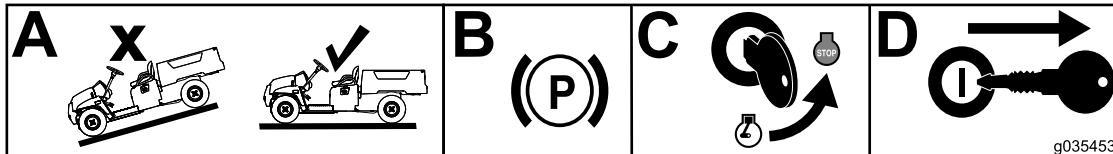

Рисунок 1
- Установите автомобиль на ровную поверхность (вид А на Рисунок 1).
- Включите стояночный тормоз (вид В на Рисунок 1).
- Заглушите двигатель (вид С на Рисунок 1).
- Извлеките ключ из замка зажигания (вид Д на Рисунок 1).